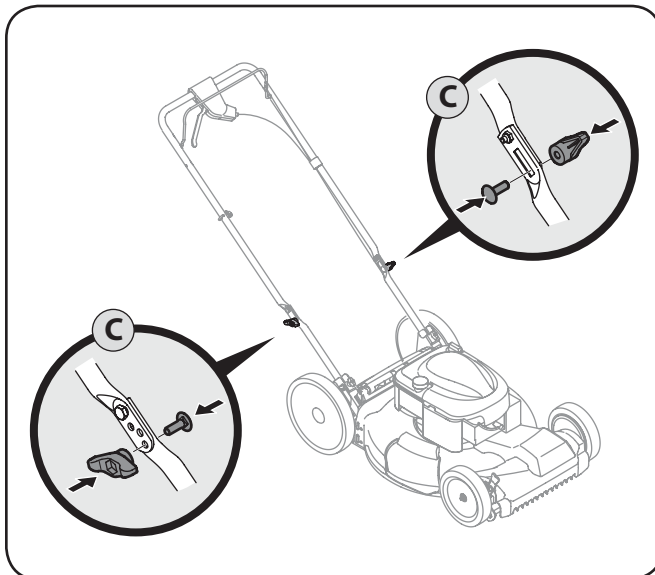

Figura 3-5
- c. Vuelva a colocar tuercas y pernos de transporte retirarse antes en una reducción de los agujeros de la manija como se muestra en la figura. 3-5.